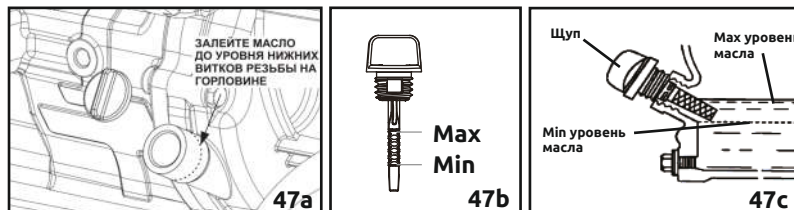

Рисунок 47 - Уровень масла
- Постепенно заливайте масло в отверстие, периодически проверяя его уровень. Уровень масла будет достаточным, когда он дойдет до резьбы на горловине картера (рис.47).